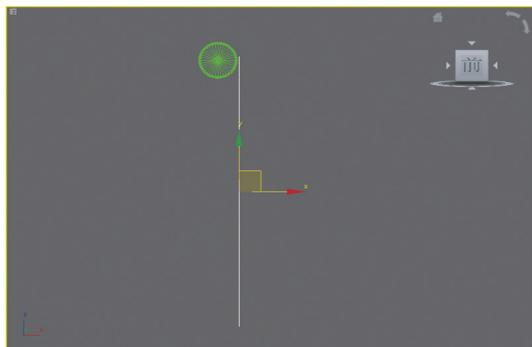

图9-94 绘制直线
**02** 然后，再在场景中绘制一条直线，将其命名为“绳子”，如图9-94所示。